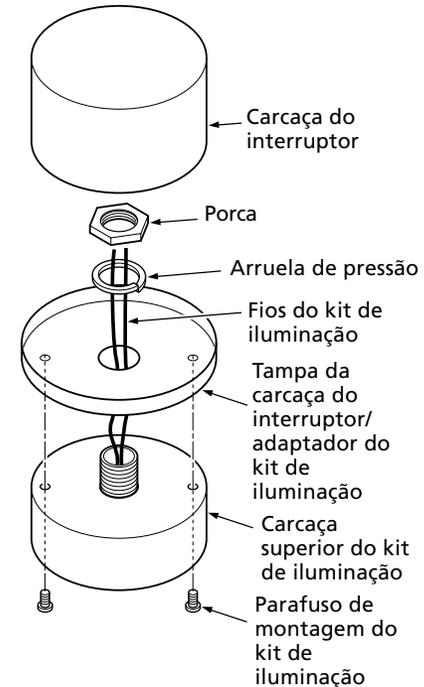

Figura 8k - Fixando as carcaças superior e inferior do kit de iluminação (montagem por travamento)
3. Utilizando os dois parafusos #6-32 que removeu anteriormente da tampa da carcaça do interruptor, trave as duas carcaças uma na outra reinserindo os parafusos na carcaça do interruptor conforme mostrado na Figura 8k. Certifique-se de que empurrou os fios para cima e para dentro do conjunto.